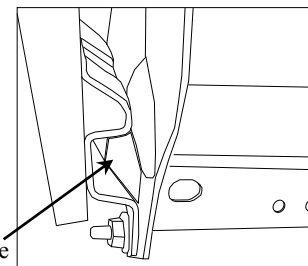

Figure 1
①	Qté (4)	Boulon de carrosserie 7/16-14 x 1.50 GR5	⑤	Qté (1)	Boulon hexagonal 1/4-20 x 1.25
②	Qté (4)	Espaceur	⑥	Qté (1)	Rondelle frein 1/4"
③	Qté (4)	Rondelle conique 7/16"	⑦	Qté (1)	Rondelle plate 1/4"
④	Qté (4)	Écrou hex. 7/16-14	⑧	Qté (1)	Écrou hexagonal 1/4-20
3. À l'aide d'un guide de boulon, insérer les boulons de carrosserie et les espaceurs à travers l'orifice d'accès de l'extrémité du longeron, comme illustré à la figure 1, des deux côtés. Laisser les guides de boulon attachés aux boulons jusqu'à ce que l'attelage soit en place. Du côté passager, guides de boulons attachés, laisser le boulon de carrosserie à l'intérieur du cadre pour augmenter le dégagement pour le support d'attelage.